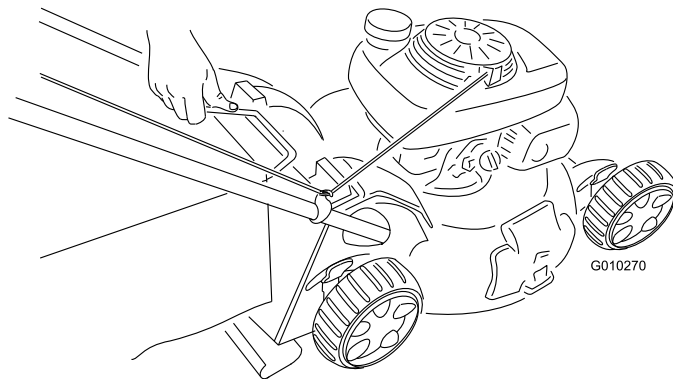

Figure 29
2. Soulevez le bac à herbe par la poignée pour le dégager des rainures en haut de la tondeuse, ce qui permettra de le retirer (Figure 29).